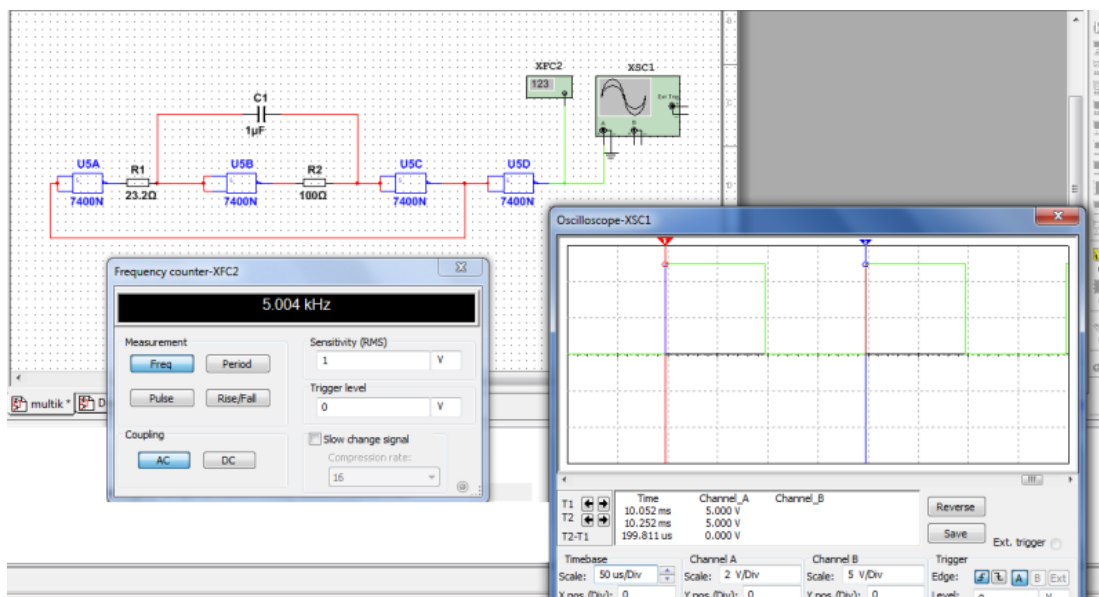

Рисунок 18
1.С помощью логических элементов 2 И-НЕ соберём цифровое устройство, создающий прямоугольные импульсы требуемой частоты. Чтобы измерить частоту импульсов воспользуемся частотомером (frequency counter), а проверим его показания с помощью осциллографа рис. 18.